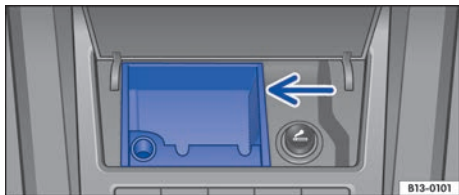
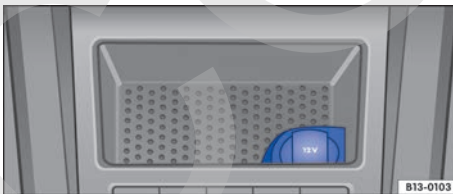

Fig. 143 En la parte inferior de la consola central: extraer el cenicero.
Fig. 145 En la parte inferior de la consola central: toma de corriente de 12 voltios en el portaobjetos.
- Agarre el elemento interior del cenicero por el lateral → **fig. 143** (flecha) y extráigalo hacia arriba.
- en el portaobjetos de la parte delantera de la consola central → fig. 145 o en el cenicero delantero → fig. 143;